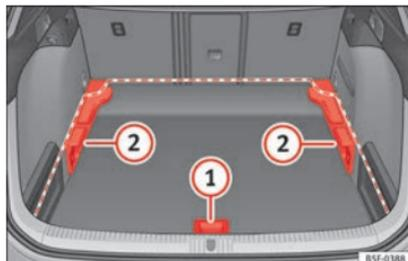
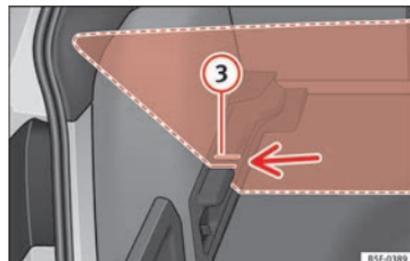

Fig. 136 Piso variable del maletero: posiciones.
Fig. 137 Piso variable del maletero: ranuras inclinadas.
- Levante el piso por el asidero » » » **fig. 136** ①, tire de él hacia atrás hasta que la parte delantera del piso rebase totalmente los soportes ②.
- Haga desplazar sobre estos el piso hacia adelante hasta que haga tope en el respaldo de los asientos posteriores y, a continuación, baje el piso con el asidero ①.
- Levante el piso variable por el asidero » fig. 136 ① y tire de él hacia atrás hasta que la parte delantera del piso rebase las ranuras inclinadas » fig. 137 ③.
- Haga pasar el piso por dichas ranuras ayudándose con el asidero ① hasta que haga tope en el respaldo de los asientos posteriores y se apoye el piso en las ranuras.